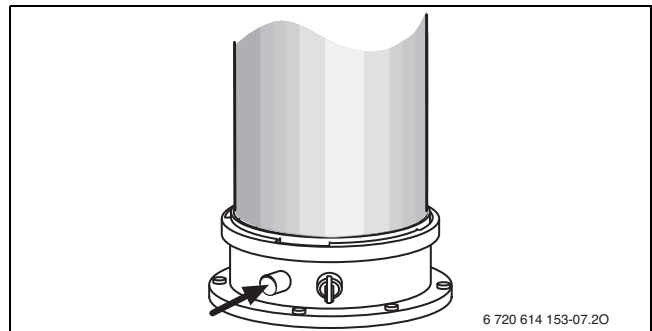

Bild 50 Abgasmessstutzen
- ▶ Wenn der Wert zwischen 0 und -0,1 mbar beträgt, den Differenzdruck, wie unten dargestellt, einstellen (→ Bild 50).